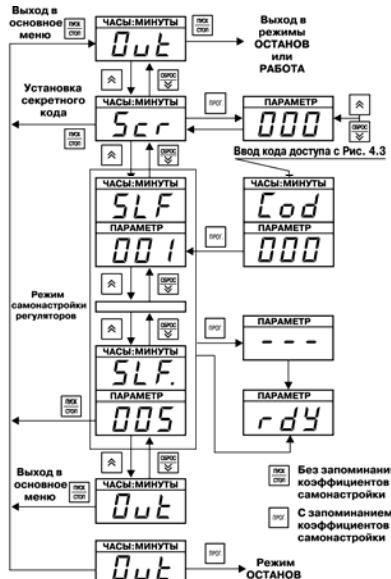

Рис. 4.5. Схема, поясняющая работу на уровне L3
4.2.5.1. На рис. 4.5 изображена схема, поясняющая программирование на уровне L3, где задаются значения параметров автонастройки ПИД-регуляторов.
На индикаторе «ПАРАМЕТР» во время процедуры автонастройки высвечиваются прочерки «---», по ее окончании появляется сообщение « rdy » (сокр. англ. «ready» - готово) (см. рис. 4.5).